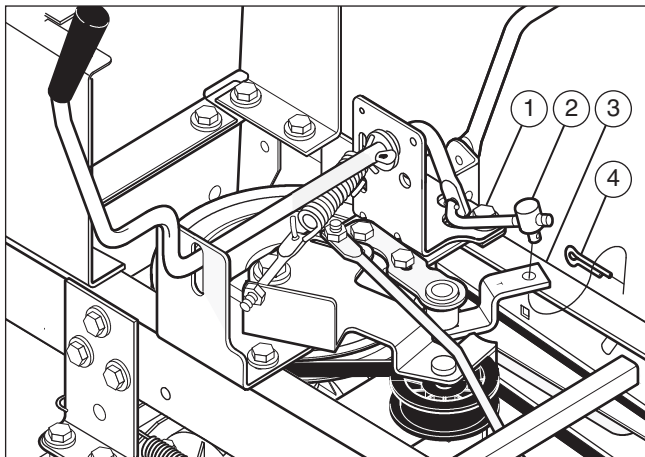
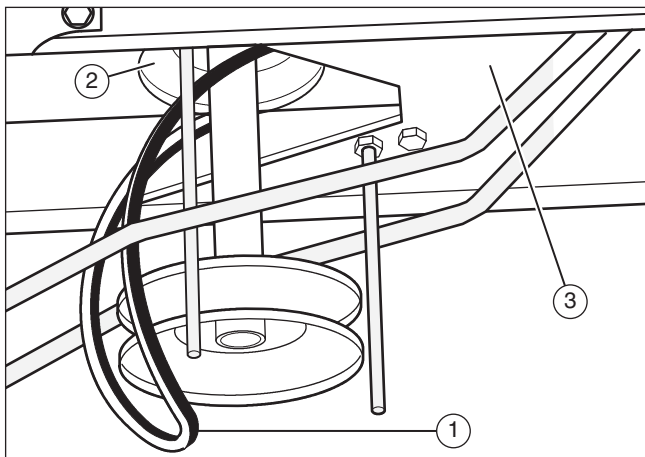

figur 16
figur 17
3. Fjern lederrullen (1) (figur 16).
4. Ta ut batteriet og batteribrettet for å få tilgang til drivreimens reimledere (1) (se under "Fjerning av batteri") (figur 17).
5. Løsne drivreimens reimledere (1) ved drivhjulet (2).
6. Ta drivreimen (3) av drivhjulet (4) (figur 16).